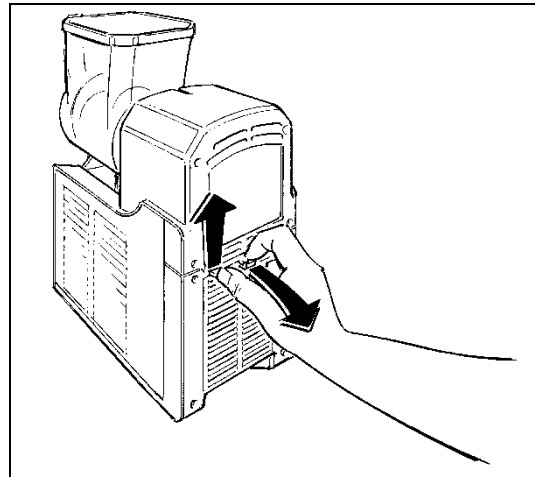

Fig. 29
- Retirer le panneau arrière inférieur en libérant les fermoirs en plastique et en tirant légèrement vers l'extérieur comme montré sur les figures 29 et 30 ;